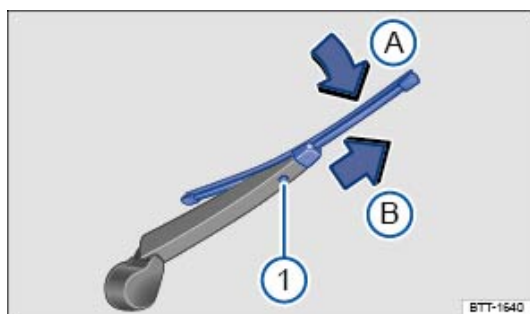

Fig. 165 Remplacement du balai d'essuie-glace arrière
- Maintenez enfoncée la touche de déverrouillage ⇒ *Fig. 165* ①.
- Basculez le balai d'essuie-glace en direction du bras d'essuie-glace ⇒ *Fig. 165* (flèche ①) tout en le retirant dans le sens de la flèche ②. Il se peut que vous deviez pour cela exercer une force relativement importante.
- Insérez un balai d'essuie-glace neuf **de longueur et d'exécution identiques** sur le bras d'essuie-glace dans le sens opposé à la flèche ⇒ *Fig. 165* ③ jusqu'à ce qu'il s'encliquette. Lors de cette opération, le balai d'essuie-glace doit se trouver en position déployée ⇒ *Fig. 165* (flèche ①).